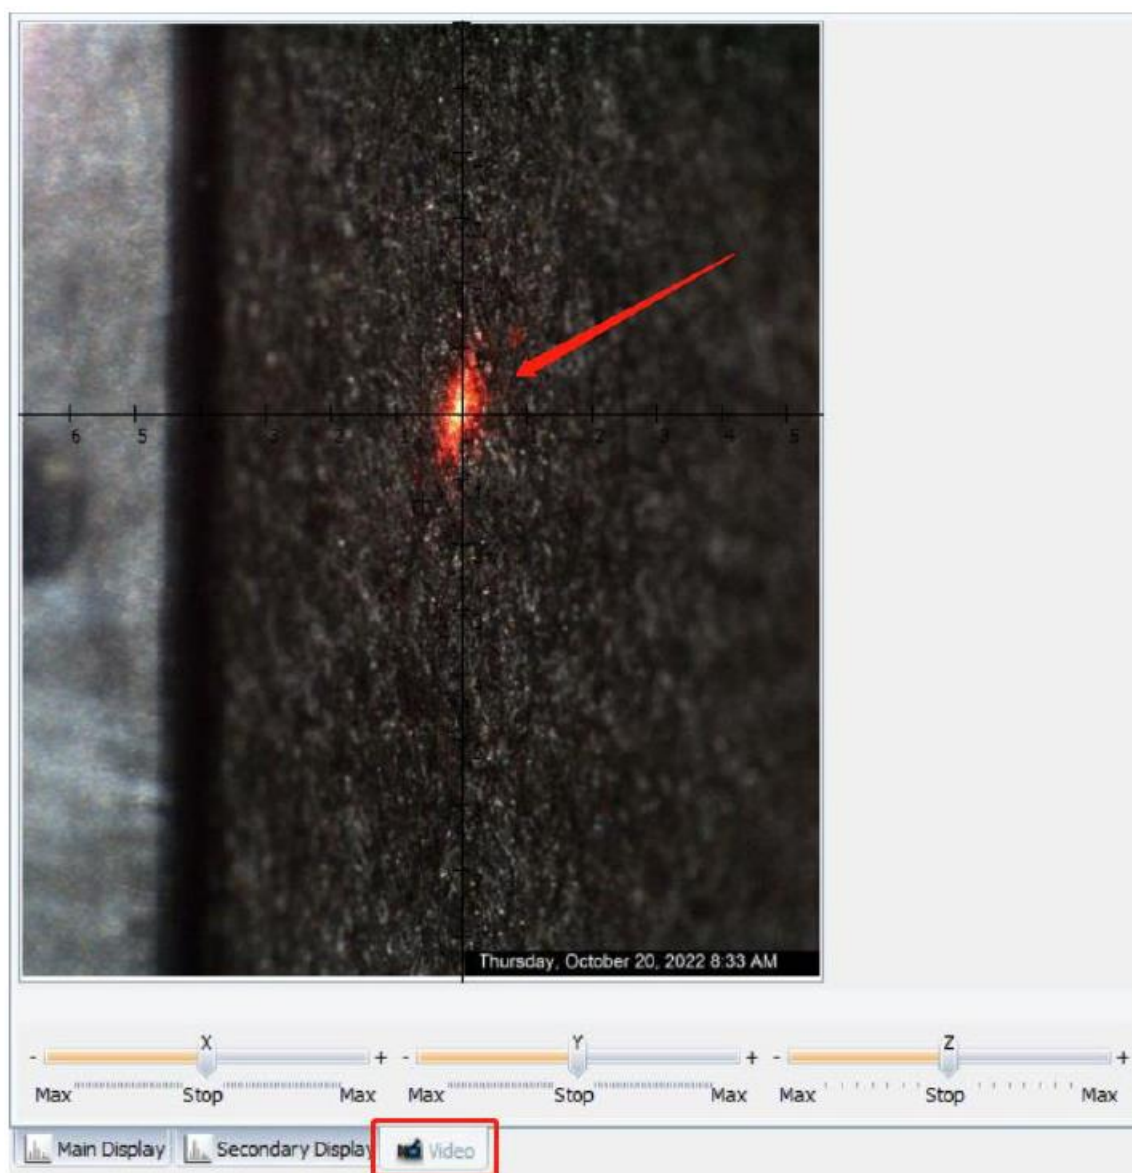

图6-21 Video界面示意图
6.9.4.1 样品测试区域: 进入Video界面，在显微图像中找到所需测试区域，确认屏幕上激光红点、video十字中心、样品测试区域重合（图6-21）。